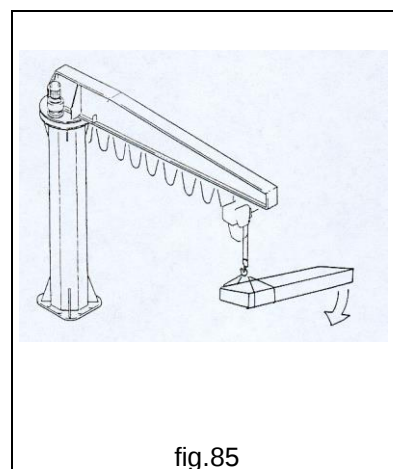

fig.85
- **MAI** sollevare carichi non equilibrati (fig.85).